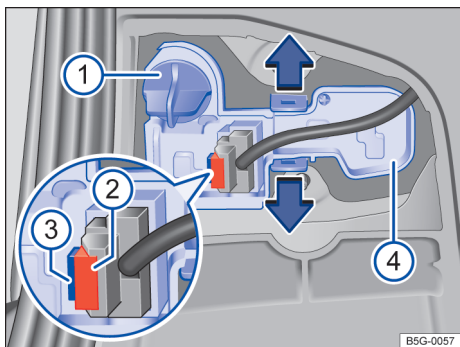

Fig. 194 Na tampa do compartimento de bagagem: extrair o suporte da lâmpada.
- 4 Gire o suporte da lâmpada → Fig. 194 1 no sentido anti-horário ao máximo e o extraia junto com a lâmpada para trás.